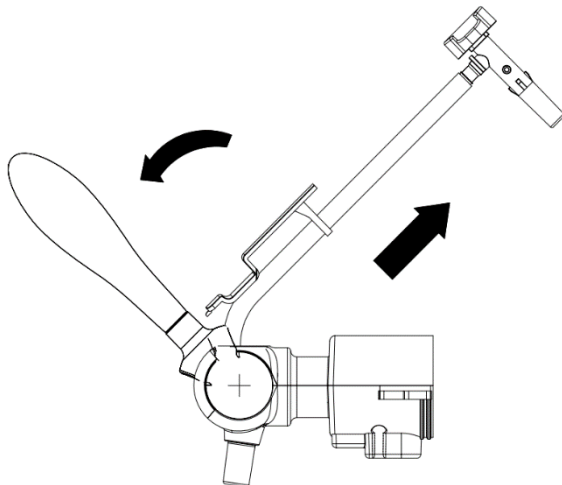

Abbildung 18
2. Ziehen Sie den Griff um 45 Grad nach vorne, um den Zapfhahn zu öffnen, und ziehen Sie den Bierschlauch heraus (siehe Abbildung 18). Die Bierschlauchbaugruppe kann in umgekehrter Reihenfolge eingebaut werden.